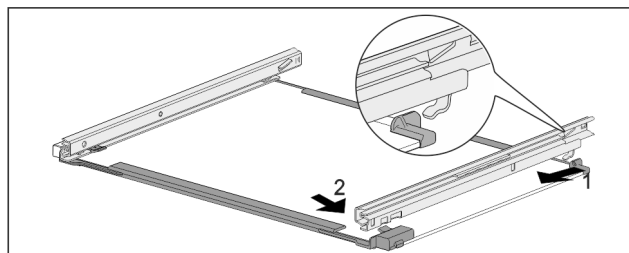

Fig. 180 Skleněná deska s kolejničkami
- Zahákněte kolejničku vzadu. Fig. 180 (1)
- Zaklapněte kolejničku vpředu. Fig. 180 (2)